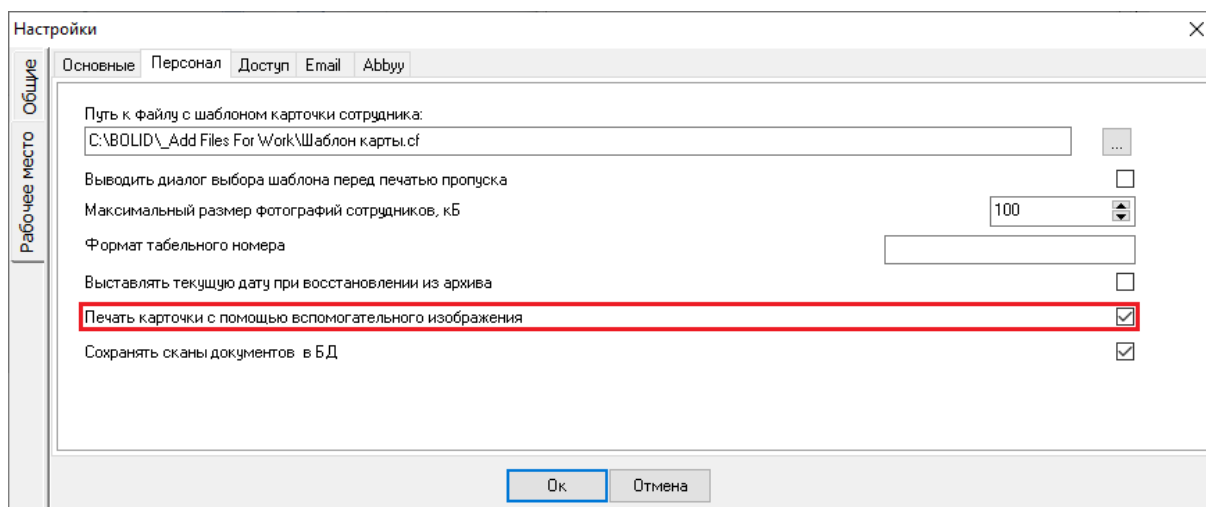

Рисунок 6-797 Выбор параметра "Печать карточки с помощью вспомогательного изображения"
- если используется модель принтера с магнитным блоком, то выбрать параметр «Печать карточки с помощью вспомогательного изображения» (см. Рисунок 6-797).